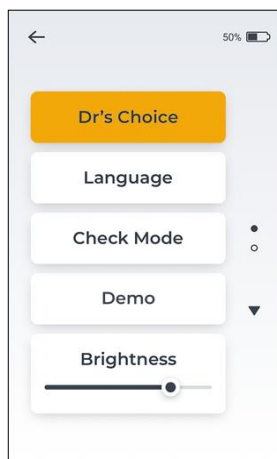
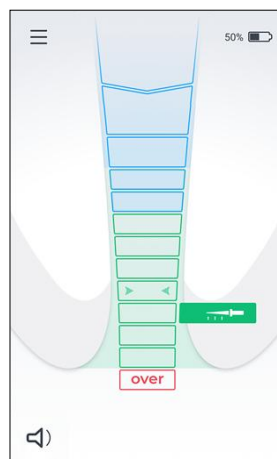

图 12
图 13
- 进入设置菜单，点击 **Dr's Choice** 选项卡 - 参见图 12。“Dr's Choice”激活时会变成橙色，同时 **Dr's Choice** 根尖线会出现在主屏幕上 - 参见图 13。
- 如需关闭 **Dr's Choice** 菜单下的根尖线设置，请进入设置菜单，单击 **Dr's Choice** 选项卡，关闭 **Dr's Choice** 菜单 - 见图 12。